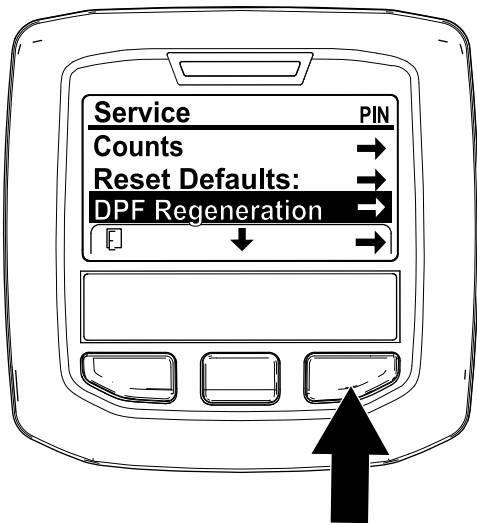

Figura 24
1. Accedete al menu Manutenzione (Service) e premete il pulsante centrale per scorrere il menu verso il basso fino all'opzione DPF REGENERATION (Figura 24).
2. Premete il pulsante destro per selezionare la voce DPF Regeneration (Figura 24).